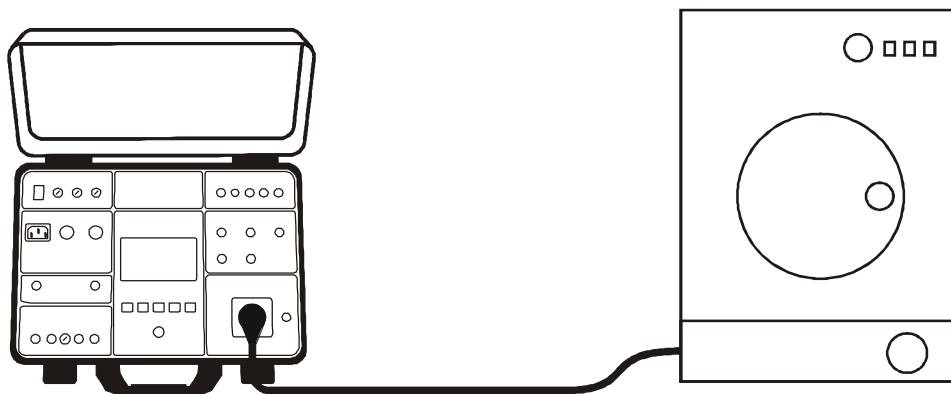

Fig. 74: Collegamento dell'UUT in misura ILEAK, modo PRESA
7. Collegare l'UUT alla presa schuko come mostrato nella Fig. 74